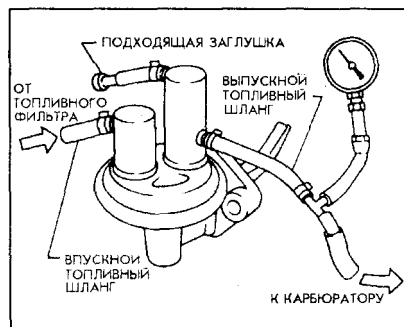

Рис. 3-70.
2. Отсоедините выпускной топливный шланг и подсоедините манометр между насосом и карбюратором (рис. 3-70).